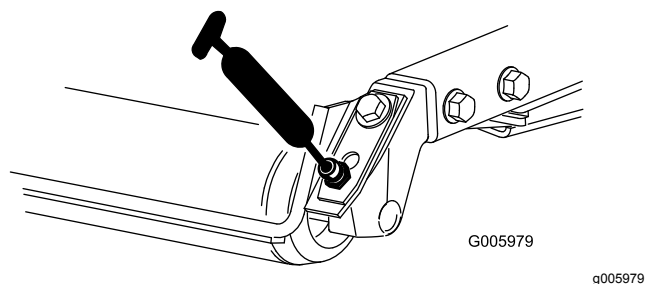

Figura 24
- Rolamentos do cilindro traseiro (2 por cada unidade de corte) (Figura 24)